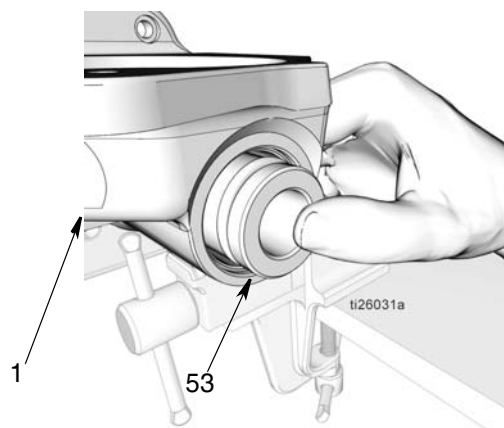

FIG. 42
- d. Appuyer avec les pouces pour insérer le manchon (53) dans la base de la pompe (1). Ensuite, à l'aide d'une tige tendre, enfoncer le manchon aussi loin que possible (FIG. 42).
**REMARQUE :** Attention à ne pas rayer ou endommager le manchon et/ou le corps de la base de la pompe (1) en insérant le manchon dans la base de la pompe. Des surfaces rayées ou endommagées constitueront un chemin de fuite pour le liquide pendant le fonctionnement de la pompe et empêcheront le bon fonctionnement de la pompe.